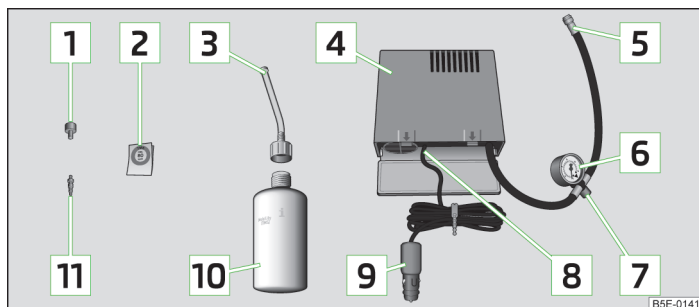

Fig. 202 Componentele setului
Componentele setului » fig. 202.
- Lipiți autocolantul **2** » **fig. 202** la pagina 247 pe planșa de bord, în câmpul vizual al șoferului.
- Scuturați de câteva ori bine recipientul de umplere a anvelopei **10** » **fig. 202** la pagina 247.
- Însurubați bine furtunul de presiune [5] » fig. 202 la pagina 247 al compresorului de aer pe ventilul anvelopei.